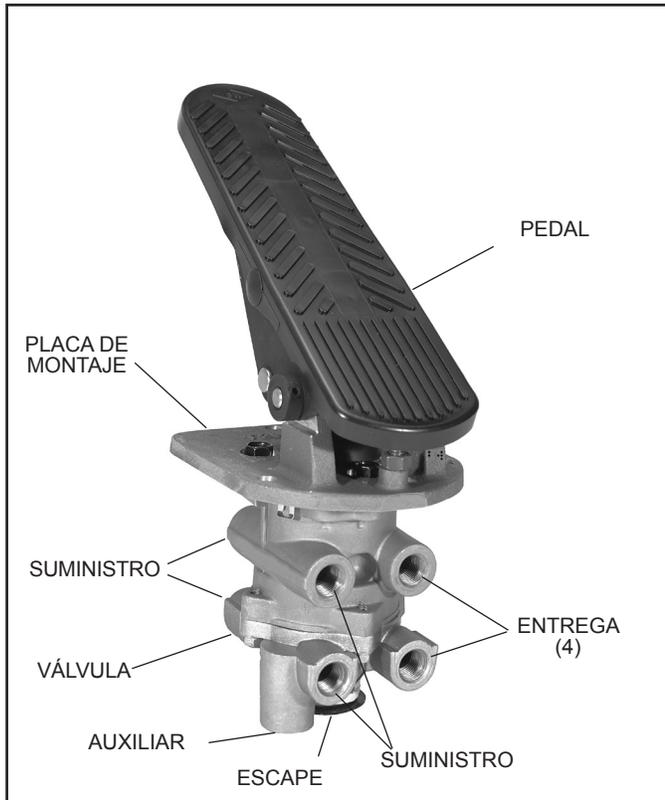
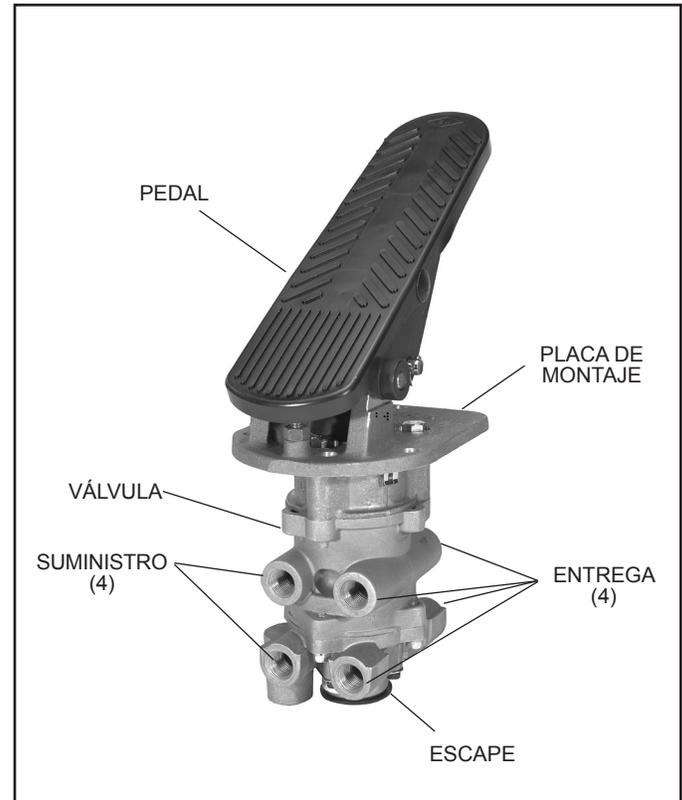

FIGURA 1 - VÁLVULA DE FRENO DOBLE E-8P® DE BENDIX®
FIGURA 2 - VÁLVULA DE FRENO DOBLE E-10P™ DE BENDIX®
Las válvulas de freno doble E-8P® (figura 1) y E-10P™ (figura 2) de Bendix® se montan en el piso, son de tipo pedal con dos circuitos separados de suministro y entrega para servicio (primario) y para frenado secundario, lo que proporciona al conductor un control graduado para aplicar y liberar los frenos del vehículo.
La válvula de freno doble E-10P™ (figura 2) es similar a la válvula de freno doble E-8P®, excepto que un resorte espiral de metal (5) alojado en el conjunto del cuerpo superior reemplaza el resorte de caucho (27) que se usa en la válvula E-8P®. El uso de un resorte espiral de metal (y el conjunto del cuerpo superior) proporcionan mayor desplazamiento del pedal y, por ende, el conductor cuenta con frenos menos sensibles. La válvula de freno doble E-10P™ se usa generalmente en autobuses, donde las aplicaciones suaves de los frenos contribuyen a la comodidad de los pasajeros.